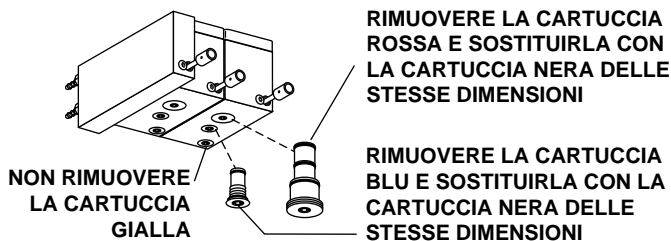

Figura 13. Conversione di un modulo di controllo per l'erogazione di aria ai manipoli
3. Utilizzare una chiave esagonale da 3/32 di pollice per rimuovere la cartuccia rossa dal modulo di controllo. Installare nel modulo di controllo la cartuccia nera, delle stesse dimensioni di quella rimossa, del kit di conversione di un modulo di controllo per l'erogazione di aria ai manipoli (*vedere la figura 13*).
4. Utilizzare una chiave esagonale da 3/32 di pollice per rimuovere la cartuccia blu, di dimensioni inferiori, dallo stesso modulo di controllo. Installare nel modulo di controllo la cartuccia nera, delle stesse dimensioni di quella rimossa, del kit di conversione (*vedere la figura 13*).